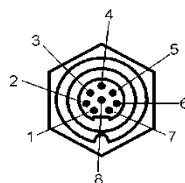

Fig. 4: Zählweise der 8-poligen Rundbuchse/ *Counting order of the 8-pin round connector*
Die Zählweise für die PINs der 8-poligen Rundbuchse können Fig. 4 entnommen werden./
*The counting order of the 8-pin round connector is shown in Fig. 4.*